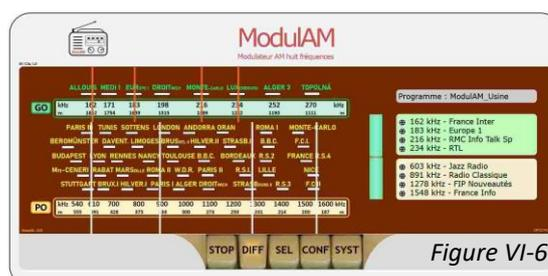

Figure VI-6
- Un appui sur la touche **DIFF** provoque la validation de la diffusion en cours : l'écran passe à l'état 3 (figure VI-6) et l'œil magique passe en mode vert-fermé ; mais pendant la trentaine de secondes nécessaire à l'initialisation du process au sein du nano ordinateur Orange Pi Zero2 et au chargement des buffers des flux des programmes audio, le clavier est bloqué et un sablier apparaît en surimpression sur la touche **DIFF** (figure VI-7).